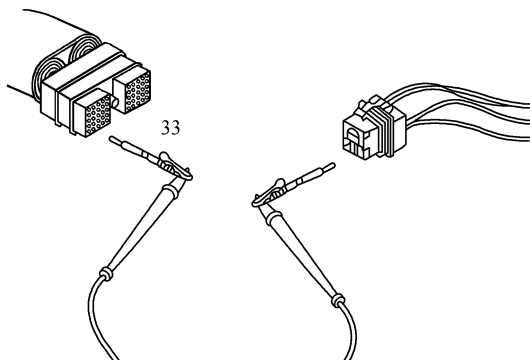

图 5-253 测量触针 33 与起动马达继电器 ECM 侧等位触针之间的电阻
⑦ 测量 50 针线束插头触针 33 与起动机继电器 ECM 侧等位触针之间的电阻，如图 5-253 所示，电阻应小于 10Ω 。如果电路不是闭路，应维修或更换 OEM 线束。